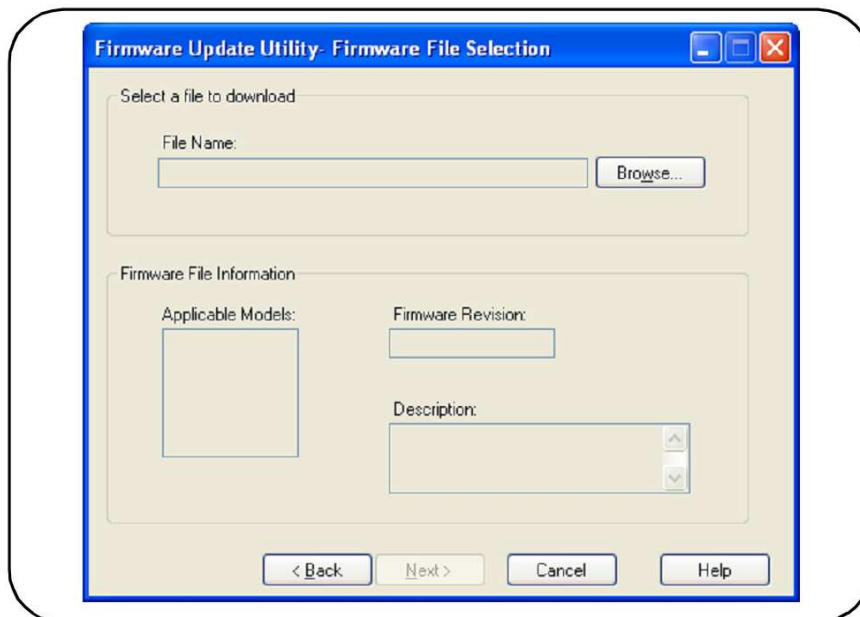

Рис. 2-10 Выбор пути к файлу обновления
2. Нажмите кнопку **Next**, затем кнопку **Browse**, чтобы указать путь к файлу микропрограммы (рис. 2-10). После того, как вы укажете путь, появляется номер модели прибора в окне "Applicable Models" вместе с номером версии и наименованием прибора. Нажмите кнопку **Next**.